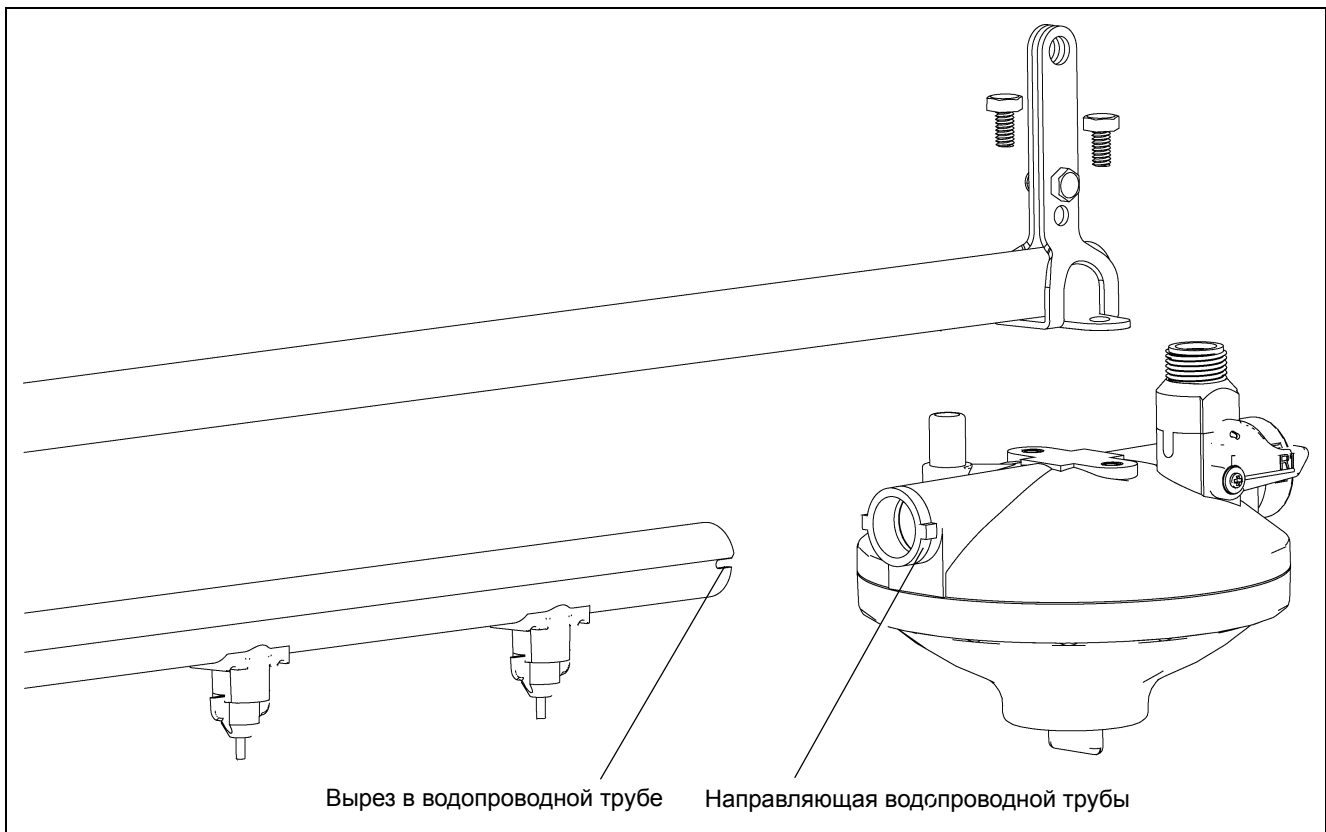

Рисунок 6Е
2. Вставьте водопроводную трубу в регулятор и совместите вырезы в трубе с направляющими регулятора, как показано на Рисунок 6Е. **ПРИМЕЧАНИЕ.** Рекомендуется установить клапаны поилки на водопроводные трубы до начала монтажа системы на месте, чтобы не допустить попадания мусора в водопроводную систему. (См. раздел "Клапан поилки" на стр. 27.)